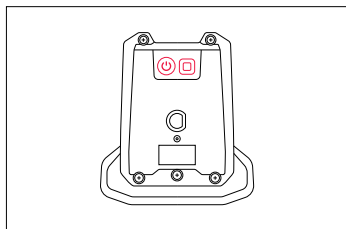

Abbildung 8
**Schritt 3:** Überprüfen Sie den Akkustatus (Abb. 8):